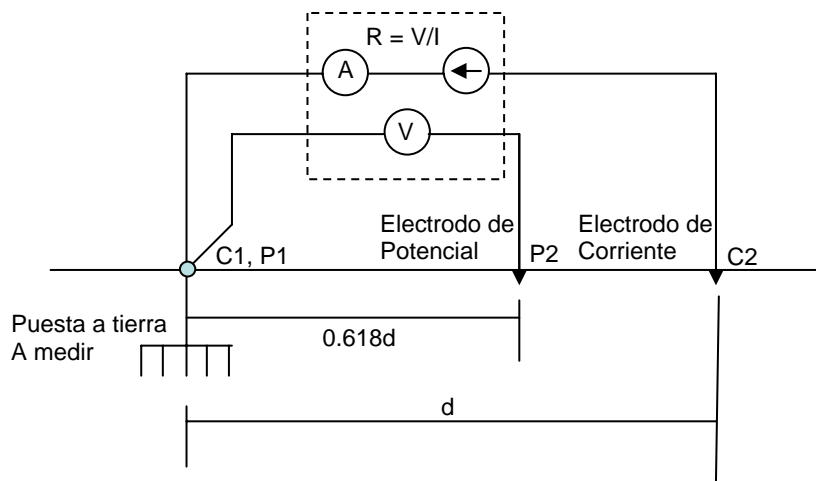

Figura 1. Esquema para la medida de la resistencia de puesta a tierra [2]
Este método tiene algunas variantes y es aplicable a todos los tipos de medida de resistencia de puesta a tierra. Por lo general, para medir mallas a tierra se emplea el método de la caída de potencial, se realizó el montaje ilustrado en la Figura 1. El método se aplica para medir la resistencia de un electrodo (C1/P1), enterrado en cero (0), con respecto a la tierra circundante; esto se realiza colocando puntas de prueba auxiliares (C2 y P2) a distancias predeterminadas del electrodo bajo prueba, como se muestra en el esquema (Figura 1).